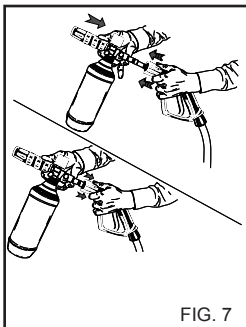

FIG. 7
- 2) Verwijder het verlengstuk uit de handgreep en breng de kit met reinigingsmiddelsproeier (fig. 7) aan, bedien de hogedrukreiniger en maak het te reinigen oppervlak nat van beneden naar boven.